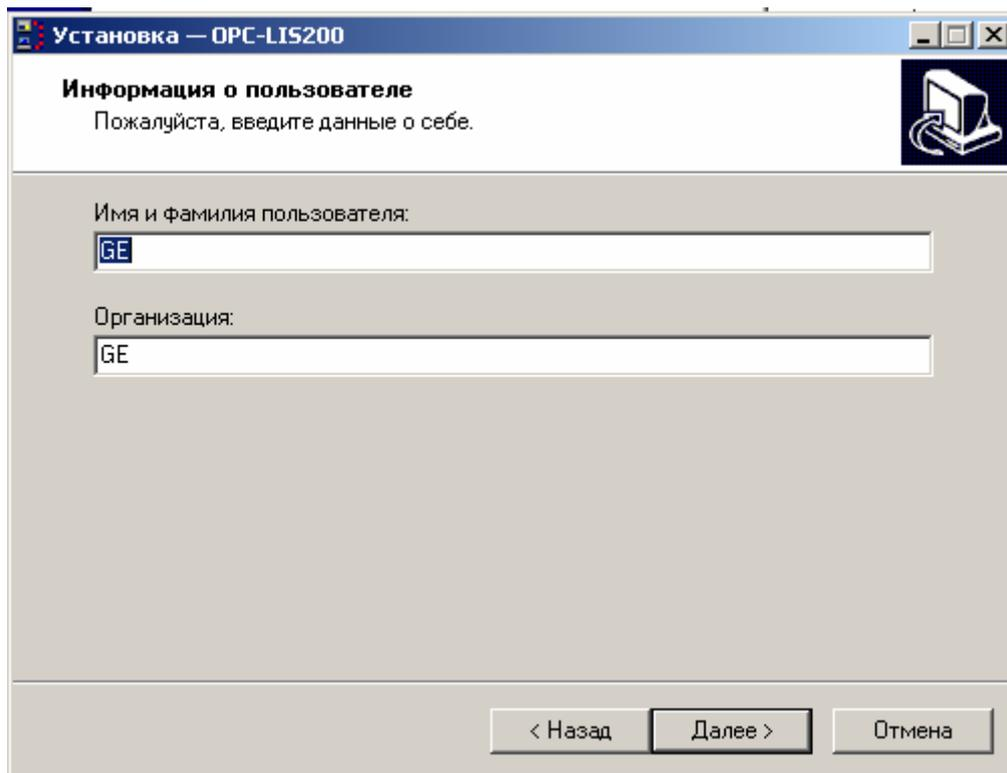

Рисунок 3
- В следующем окне (рис. 3) введите данные о пользователе и нажмите кнопку “Далее” для продолжения установки или “Отмена” для отказа от установки.